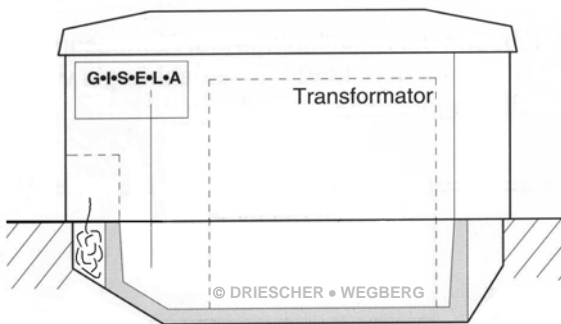
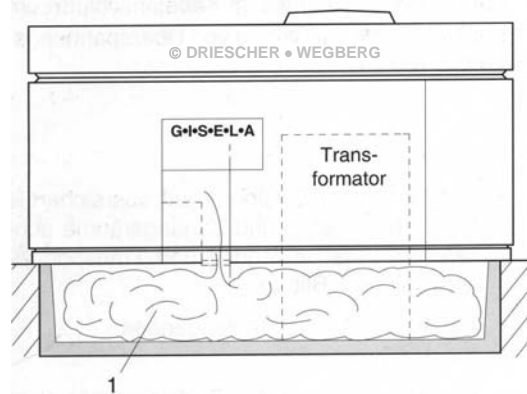
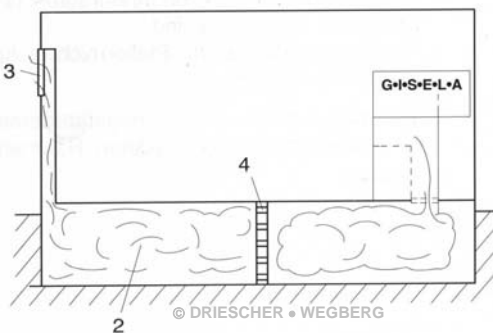

Bild 1 / afb. 1
Bild 2 / afb. 2
Bild 3 / afb. 3
- Bei Kompaktstationen Typ K und KSP Fa. DRIESCHER erfolgt der Druckausgleich ausschließlich im Kabelanschlussbereich (Bild 1). Ansonsten muss bei kompakten und begehbaren Stationen die Druckentlastung in den Kabelkanal (1) [Mindestvolumen ~3 m³] vorgesehen werden (Bild 2).
- Bei vorhandenem Kabelkanal (2) [Mindestvolumen ~1,1m³; Mindestquerschnitt – 0,25m² mit Öffnung (3) nach außen], diesen als Druckentlastungsraum nutzen.
- Durch Einbau von zwei Lagen Streckmetall (4) werden die Lichtbogengase zusätzlich gekühlt und der Austritt von heißen Gasen gemindert (Bild 3).
- Bij compacte stations type K en KSP fa.DRIESCHER geschiedt de drukcompensatie uitsluitend in het kabelaanluitbereik (afb.1). Anders moet bij compacte en begaanbare stations de drukontlasting in het kabelkanaal (1) [minimaal volume ~ 3 m³] worden geïnstalleerd (afb.2).
- Bij aanwezig kabelkanaal (2) [minimaal volume ~ 1,1 m³, minimum doorsnede – 0,25m²] met opening (3) aan de buitenkant, dit als een drukontlastingsruimte gebruiken.
- Door het installeren van twee lagen expansiemetaal (4) worden de lichtbooggassen extra afgekoeld en verdere ontsnapping van hete gassen verminderd (afb.3).